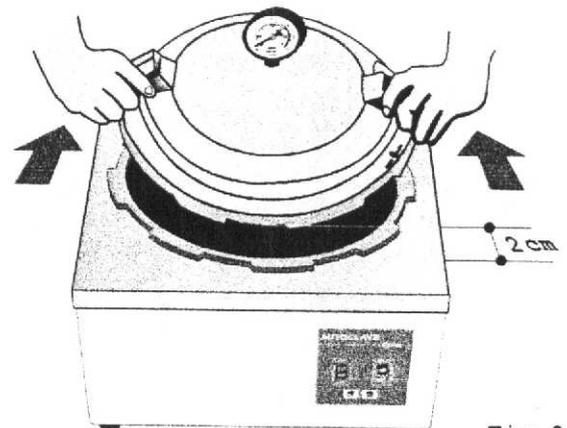

Fig.24
- 18► Abra a tampa da Autoclave imediatamente após senti-la destravada, com a precaução de erguê-la apenas o suficiente para afastá-la, (com a rápida e excessiva abertura da tampa, o vapor que se encontra na câmara é resfriado e condensa-se, molhando o material). Deixe a tampa afastada com uma abertura de aproximadamente 1 cm., Fig.24.